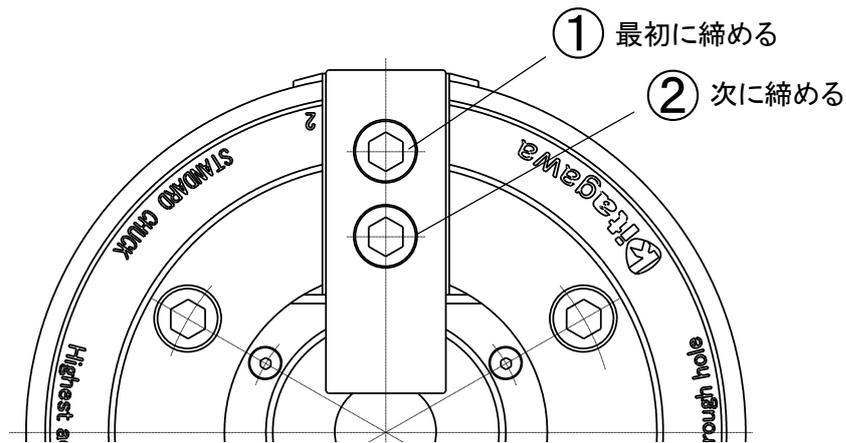

図 12-3 ジョー取付ボルトの締め付け順序
- Tnut-Plus の取付再現性を長期間安定して維持するため、ジョー取付ボルトを締め付ける際は、常にチャック外径側のボルト①から規定トルクで締め付けてください。(図 12-3 参照)